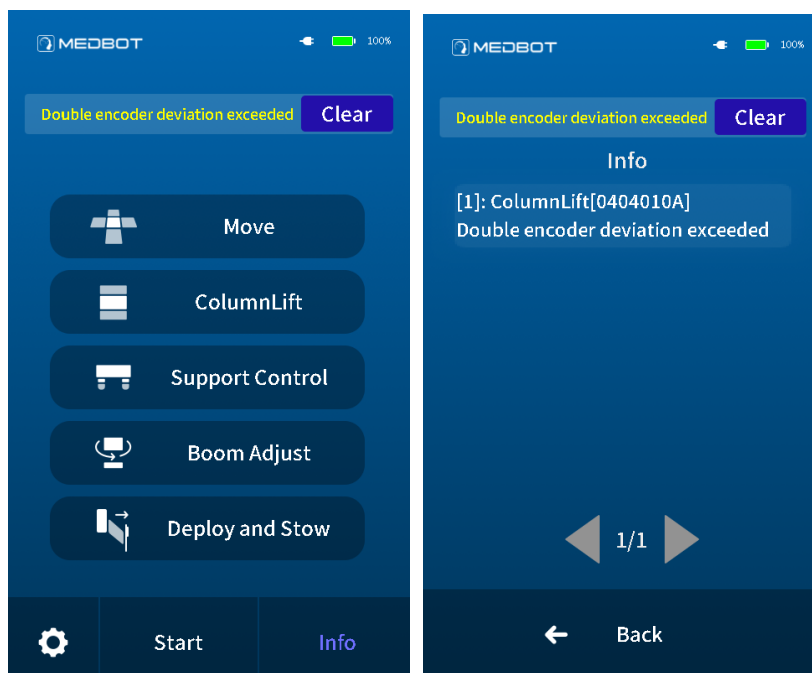

Рисунок 9.8. Переход от главного меню сенсорного экрана к меню управления безопасностью
- g) В случае отказа хирургической тележки нажмите кнопку «Информация», как показано на рис. 9.8, чтобы проверить причину отказа, и свяжитесь с сотрудниками технической службы «Шанхай МикроПорт МедБот (Групп) Ко., Лтд.» (Shanghai MicroPort MedBot (Group) Co., Ltd.) в случае ошибок «Ошибка сети» и «Сдвиг нуля представления силы», «Отклонение двойного энкодера».